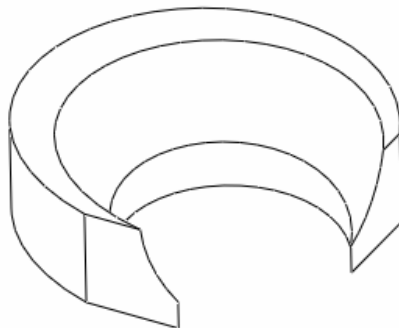

图 7-5
- (4) 单击草绘命令工具栏中的  按钮，完成第 3 个截面的绘制，在信息区出现的“是否继续下一个截面”的询问框中单击【否】按钮，结束截面的绘制。
- (5) 单击模型对话框中的【确定】按钮，完成旋转混合特征的建立，结果如图 7-5 所示。